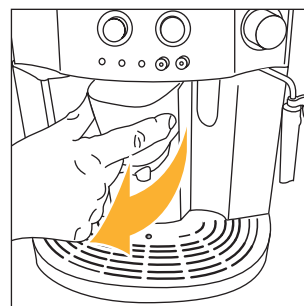
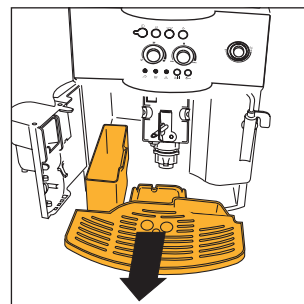

Рис. 15
Рис. 16
**ПРИМЕЧАНИЕ 7:** кофеварка подсчитывает количество чашек воды, которые были приготовлены. Каждые 14 маленьких чашек (или 7 больших) загорается индикатор  (гл. 12, пункт 3), предупреждая, что кассета для кофейной гущи заполнена и ее необходимо вытряхнуть и прочистить. До очистки кассеты для гущи лампа остается горячей, а кофеварка больше не готовит кофе. Для того, чтобы произвести очистку, откройте дверцу для обслуживания, расположенную в передней части, потянув за узел подачи кофе, рис. 15; загорится мигающий индикатор , см. пар.12, п. 9, затем извлеките ванночку для сбора воды, рис. 16, слейте и очистите ее. Тщательно очистите кассету для кофейной гущи, удалив все остатки которые могут находиться на дне. Высушите влагу от конденсата, который может появиться в кофеварке под ванночкой для сбора воды. **ОБРАТИТЕ ВНИМАНИЕ:** когда извлекается ванночка для сбора воды НЕОБХОДИМО ОБЯЗАТЕЛЬНО чистить кассету для гущи, даже если она не заполнена. Если эта операция не выполняется может случиться что, во время приготовления последующих порций кофе, кассета переполнится и кофеварка засорится кофе.
- откройте дверцу для обслуживания, рис. 15;
- извлеките ванночку для сбора воды и кассету для гущи, рис. 16 и промойте их;